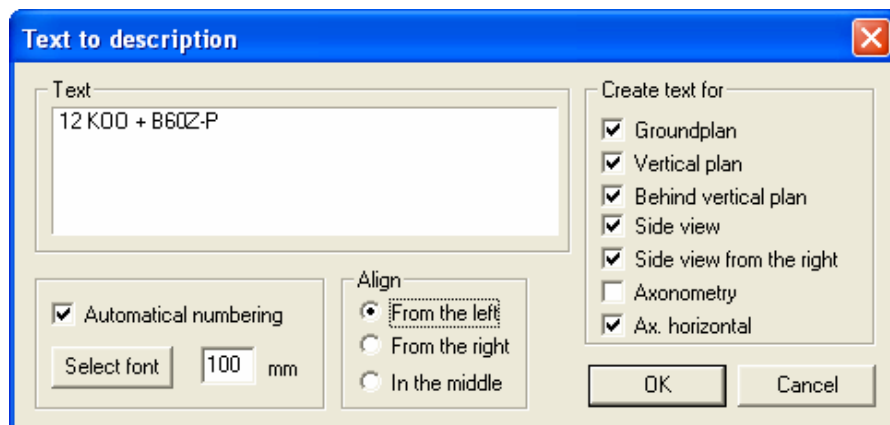

Рис. 3.2-53 Создание ссылочной линии и описания к устройству
- 2.левой кнопкой мыши щелкните на устройстве, к которому желаете выделить ссылочную линию, в нашем случае это котел. Появится диалоговое окно *Text to description/Текст к описанию*. Выбрать кнопку *Automatic numbering/Автоматическая нумерация*. Подтвердите щелчком кнопкой *OK*. (Рис. 3.2-53)